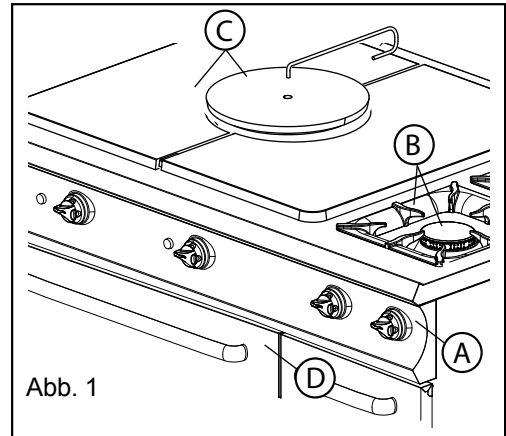

Abb. 1
- Die Befestigungsschraube lösen (Abb. 1).
- Wo erforderlich, den Abstand (X) mm der Buchse entsprechend der ausgewählten Gasart einstellen (siehe Gas-Referenztabelle).
- Mit den entsprechenden Werkzeugen die Weite der Öffnung des Pilotbrenners regeln (Abb. 1) um folgende Maße zu erhalten:
2. Entfernen Sie die Brennerroste, Brennerdeckel und Brenner (Abb. 1/A Brenner 5,5 / 7 kW - Abb. 1/B Brenner 11 kW)
1. Bauen Sie die Blende und die Drehknöpfe ab (Abb. 1/A)
2. **Herd:** entfernen Sie die Brennerroste und Brennerdeckel (Abb. 1/B)
- Glühplattenherd 980:** entfernen Sie die Mittelplatte (mit dem dafür vorgesehenen Haken) und die Seitenplatten (Abb. 1/C)
- Backofen:** öffnen Sie die Tür (Abb. 1/D)